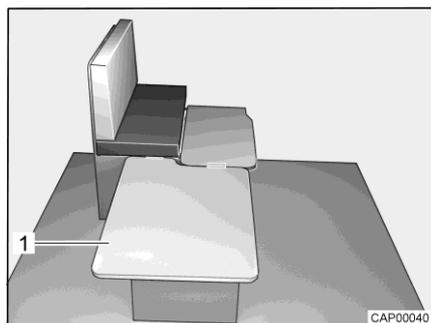

Fig. 48 Durante la trasformazione
- Agganciare la tavola di rinforzo (Fig. 48,1) lateralmente sui sedili e posizionarla sul tavolo.